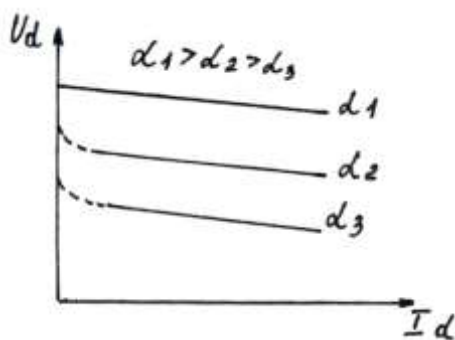

Рисунок 4 – Внешняя характеристика выпрямителя.
**Внешней характеристикой** однофазного управляемого выпрямителя ( рисунок 4) называется зависимость среднего выпрямленного напряжения  $U_d$  от среднего выпрямленного тока  $I_d$  при заданном угле управления  $\alpha$ ,  $U_d = f(I_d)$  при  $\alpha = \text{const}$ . С увеличением угла управления среднее значение выпрямленного напряжения уменьшается, характеристики сдвигаются вниз относительно оси ординат.